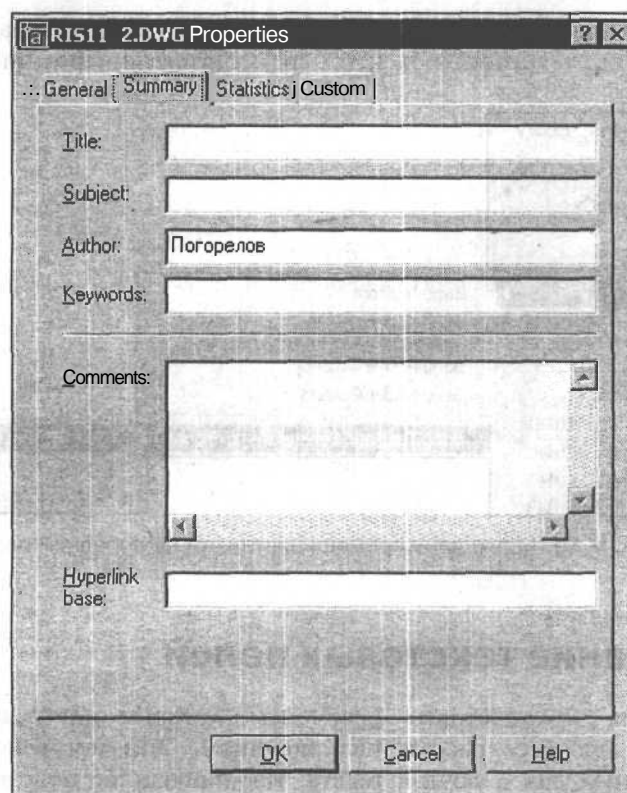

Рис. 9.20. Диалоговое окно свойств чертежа
2. Выберите в нем вкладку **Summary** (Документ) и введите на ней в поле **Author** (Автор) фамилию разработчика чертежа (рис. 9.20).